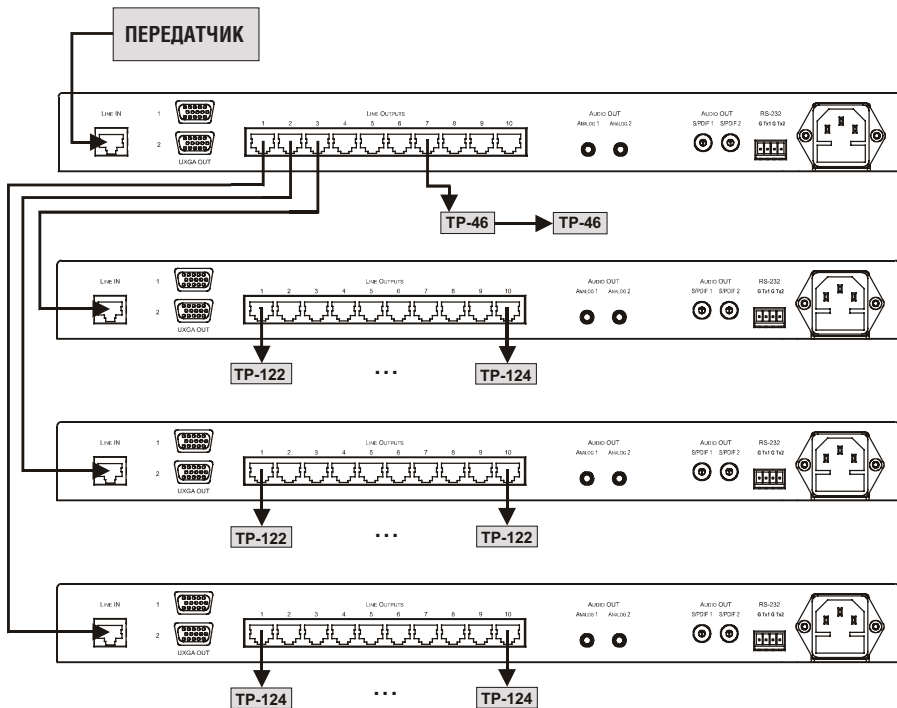

Рис. 4. Распределение сигнала на 37 приемников
5. Подключите разъемы LINE OUTPUT типа RJ-45 на каждом из устройств **TP-310A** к разъемам LINE IN типа RJ-45 соответствующего приемника, как это показано на рис. 4.